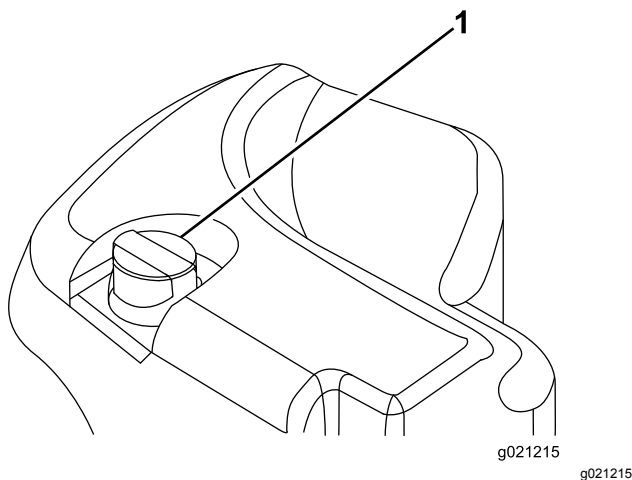

Figure 31
2. Nettoyez la surface autour du goulot et du bouchon de remplissage du réservoir hydraulique (Figure 31). Enlevez le bouchon du goulot de remplissage